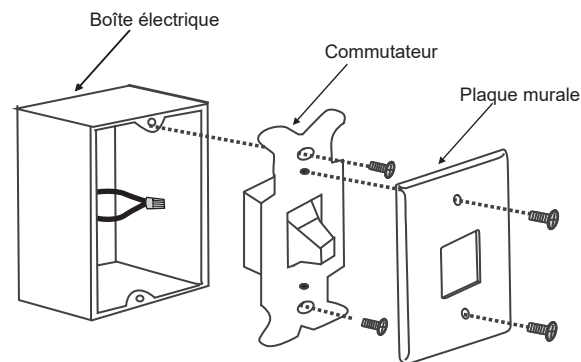

Fig. 22
**Étape 1.** Retirez la plaque murale existante et l'ancien interrupteur de la boîte électrique murale. Connecter les conducteurs NOIR (charge) ensemble à l'aide d'un écrou de connexion et les pousser délicatement dans la boîte de connexion. (**Fig. 22**)